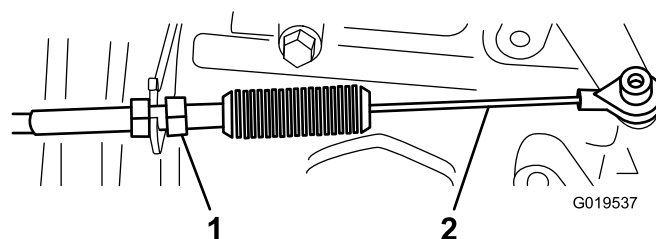
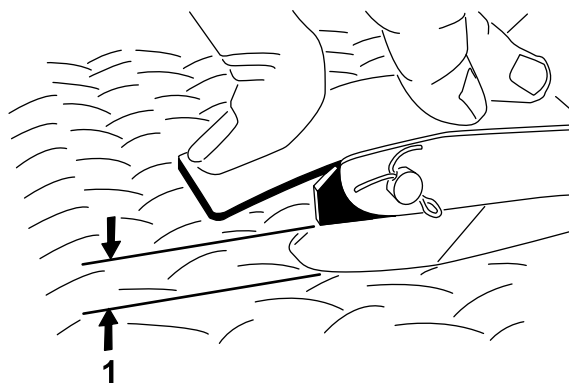

Figura 68
Figura 69
2. Ajuste a rótula do cabo de acelerador (Figura 68) para permitir uma folga de 2,54 a 6,35 mm entre o braço do pedal de acelerador e a parte superior da chapa do piso (Figura 69), aplicando uma força de 11,3 kg ao centro do pedal.
3. Aperte a porca de bloqueio (Figura 68).